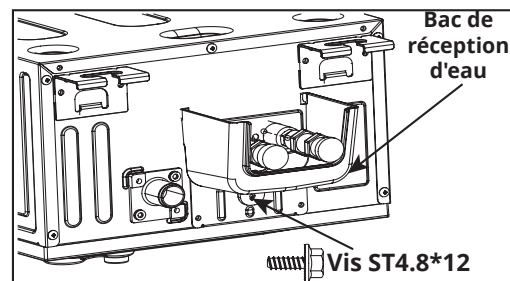

Figure 5.15
- Placez le plateau de réception d'eau sous les connecteurs et fixez-le en place avec un ST4. vis 8*12 (voir la figure 5.15). **REMARQUE : Deux vis ST4.8*12 sont incluses, l'une d'entre elles est à conserver comme réserve.**